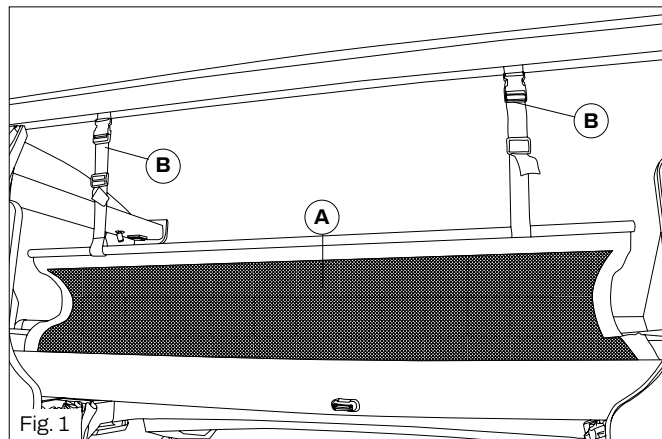

Fig. 1
Paso 1 - Tome la varilla para accionar el mecanismo de desplazamiento manual de la cama. La varilla está fijada en el garaje, en el cabecero trasero o en el armario (Fig. 1).